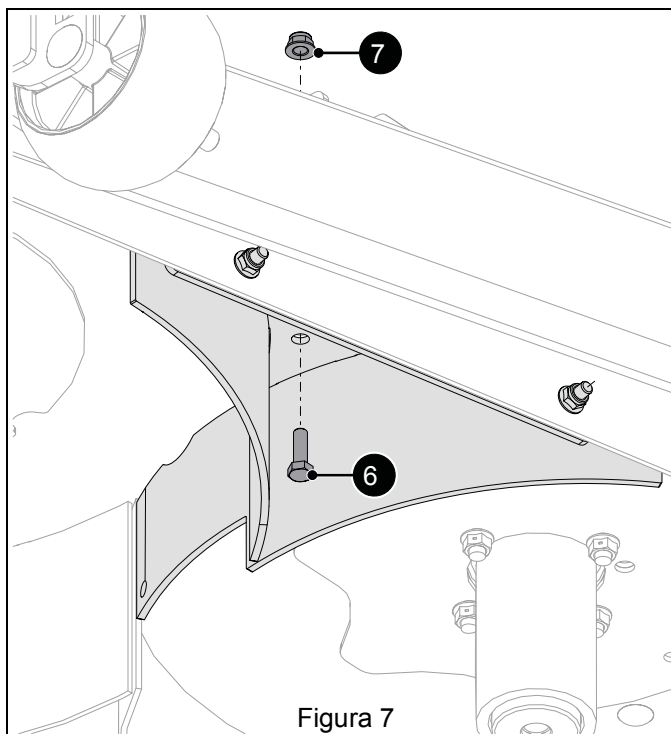

Figura 7
2. Fissare la parte superiore di ciascun deflettore all'apparato di taglio con un bullone esagonale da 5/16" x 1" (elemento 6) e un dado a collare in nyloc da 5/16". Vedere la Figura 7.